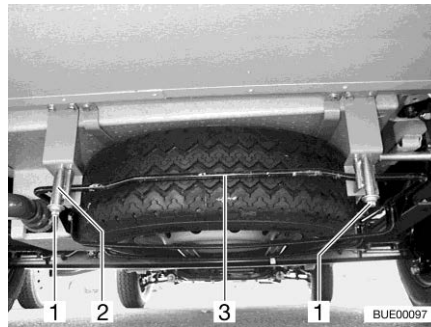

Bild 202 Reservhjulshållare
- Lossa muttrarna (Bild 202,1) lite på vänster och höger krok (Bild 202,2) på reservhjulshållaren.
- Tryck bygeln (Bild 202,3) lite uppåt. Dra samtidigt kroken nedåt och lossa bygeln.